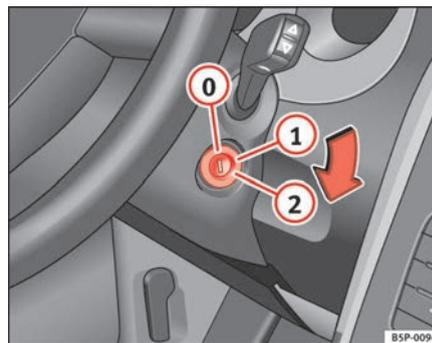

Fig. 100 Positions de la clé de contact
Dans cette position ⇒ fig. 100 l'allumage et le moteur sont déconnectés, ce qui peut bloquer la direction.
- Amenez la clé de contact en position ⇒ page 140, fig. 100 . Le témoin  s'allumera en cas de préchauffage du moteur.
- Amenez la clé de contact en position ⇒ page 140, fig. 100  ▶